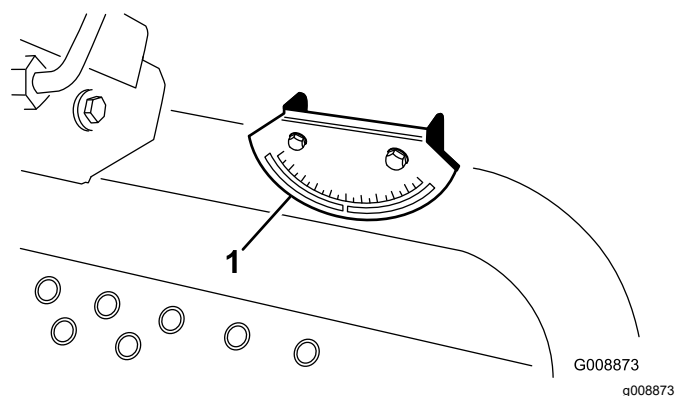

Figura 7
4. Verifique o indicador de inclinação instalado no tubo de direção da máquina (Figura 7).